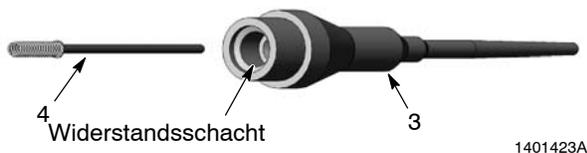

Abb. 6 Widerstand aus dem Halter nehmen
6. Siehe Abbildung 6. Den Widerstand (4) vom Widerstandshalter (3) abnehmen. Widerstandshalter reinigen.
2. Siehe Abbildung 6. Etwa 0,6 ccm nicht leitendes Fett in den Widerstandsschacht drücken.